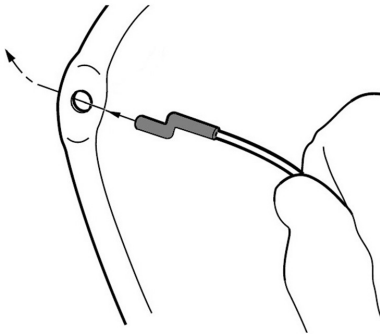

Рис. 6. Установка троса
4. Вставьте Z-образный наконечник троса остановки двигателя в отверстие в рычаге с внутренней стороны (Рис. 6).